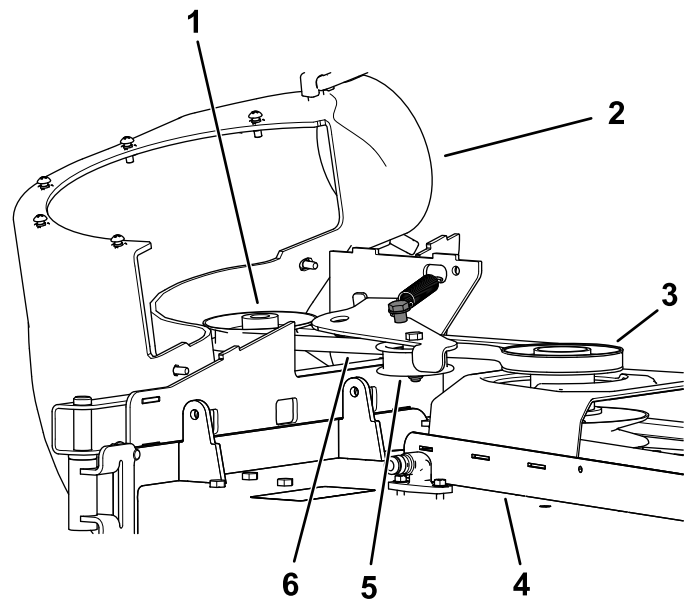

Figura 36
2. Empurre a polia intermédia da mola para trás para aliviar a tensão da correia (Figura 36).
6. Instale a nova correia em redor das polias do soprador (Figura 36).
8. Instale a nova correia em redor da polia da plataforma do cortador (Figura 36).
9. Puxe a polia intermédia da mola para trás e instale a correia na polia intermédia da mola (Figura 36).